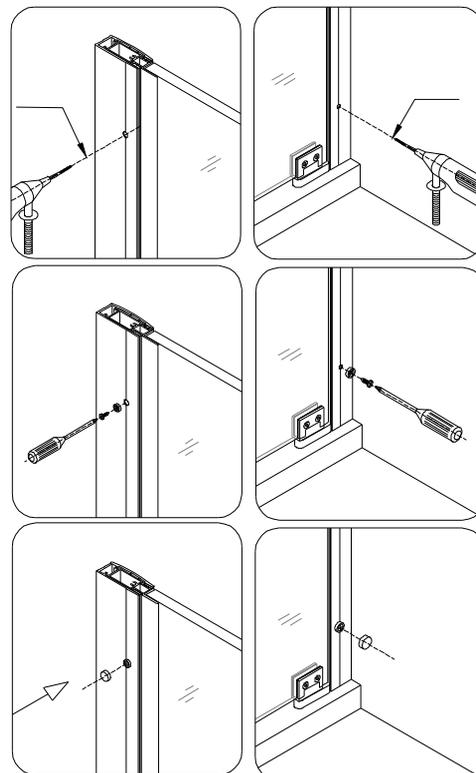

Рис. 15
15. Просверлите отверстия во **Внутренних Профилях (02), (04)** сквозь отверстия в **Стенных профилях (01), (05)** используя сверло диаметром $\varnothing=3\text{мм}$.
Закрепите собранную дверь в **Профилях Шурупами с плоской головкой ST4.2×10 (14)** и закройте отверстия **Декоративными колпачками (09)**. Рис. 15